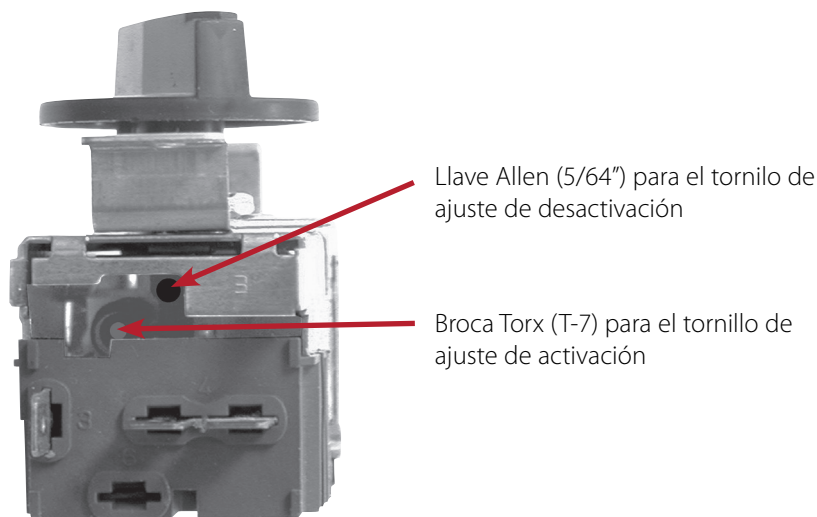

Fig. 1. Ubicación de los tornillos de ajuste de activación y desactivación en la parte inferior del control.
4. Gire los tornillos de ajuste de activación y desactivación (consulte la fig. 1) la cantidad deseada en sentido horario.